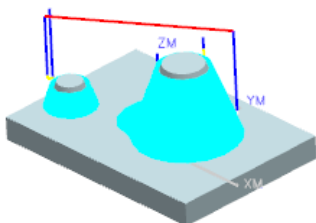

图 4.4.8 刀路轨迹
Step1. 在“深度加工轮廓”对话框中单击“生成”按钮 , 在图形区中生成图 4.4.8 所示的刀路轨迹。